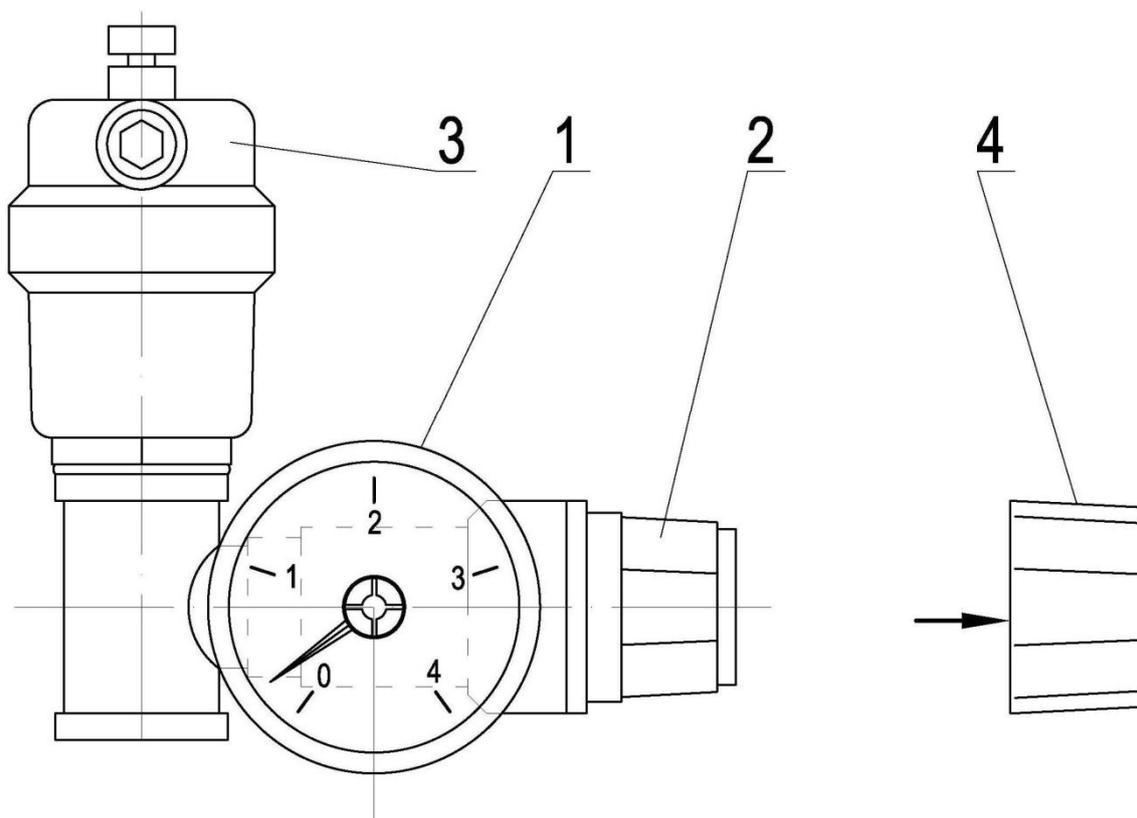

Рис.11
- Провести визуальный контроль целостности узлов входящих в состав предохранительной сборки *Рис.11*.
- Снять защитный колпачок (4), слегка потянув его по направлению стрелки.
- Повернуть рукоятку предохранительного клапана (2) против часовой стрелки до характерного щелчка, при этом стрелка манометра должна показать падение давления (отклониться влево).
- Надеть защитный колпачок (4) на прежнее место.